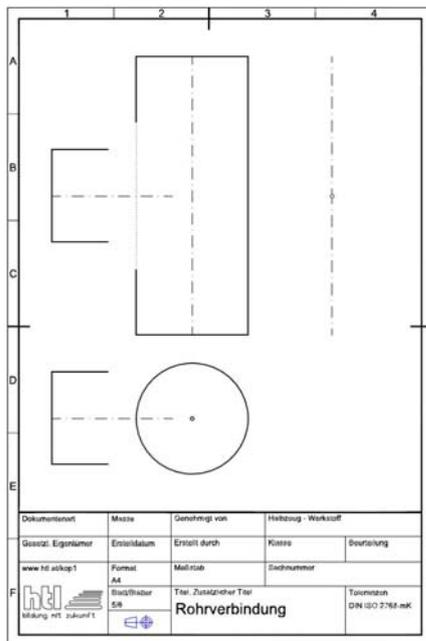
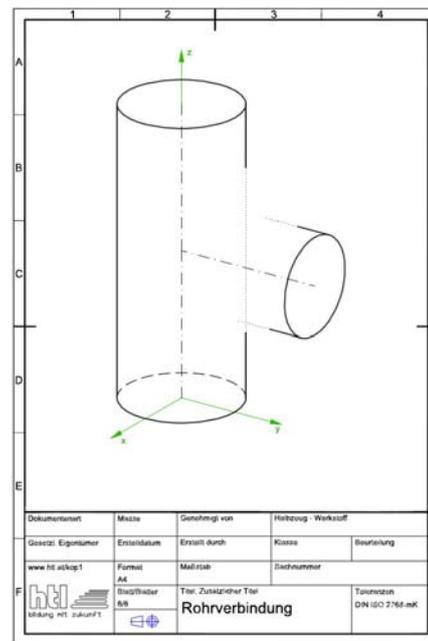

Abb. 5
Abb. 6
- 3.) Zwei Rohre sind in Grund- und Aufriss (Abb. 5) bzw. in Axonometrie gegeben (Abb. 6).